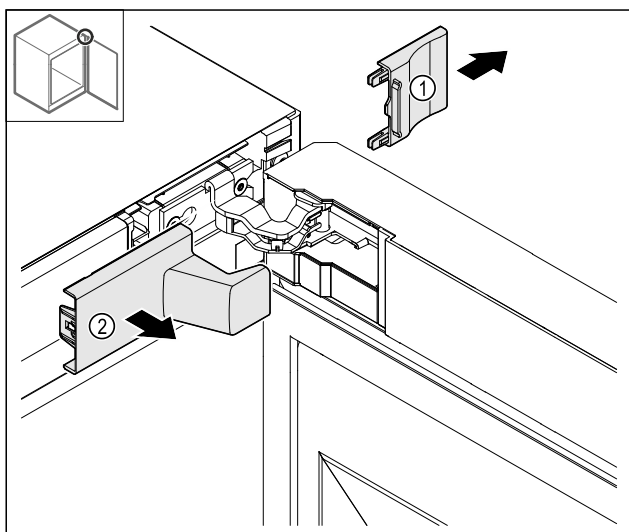

Fig. 10
- Rimuovere la copertura Fig. 10 (1) e poi Fig. 10 (2).